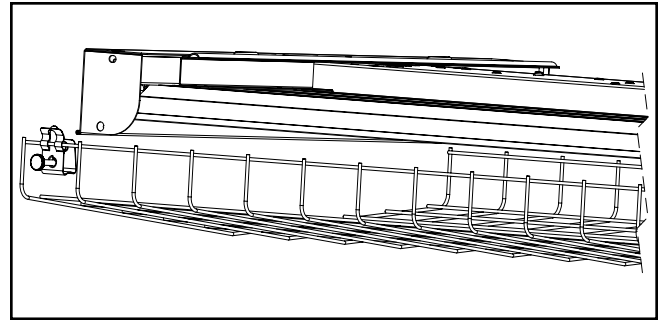

Figura 2.
2. Instale los ganchos en el protector. Asegúrese de que el orificio de montaje quede alineado con el expulsor (Figura 2.).
3. Instale el tornillo manual en el gancho (Figura 2.).